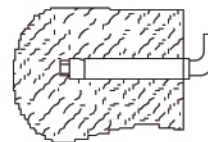

Рис. 4.
- 1.2 После того, как вы выбрали правильное место установки водонагревателя, определите точки для отверстий под распорные болты с крюками (определяются в соответствии со спецификацией прибора, который вы выбрали). Просверлите в стене два отверстия соответствующей глубины с использованием сверла, подходящего по размеру под распорные болты, прилагаемые к водонагревателю, вставьте винты, поверните крюк вверх, плотно затяните гайки и затем повесьте электрический водонагреватель на эти крюки (смотри Рис.4).